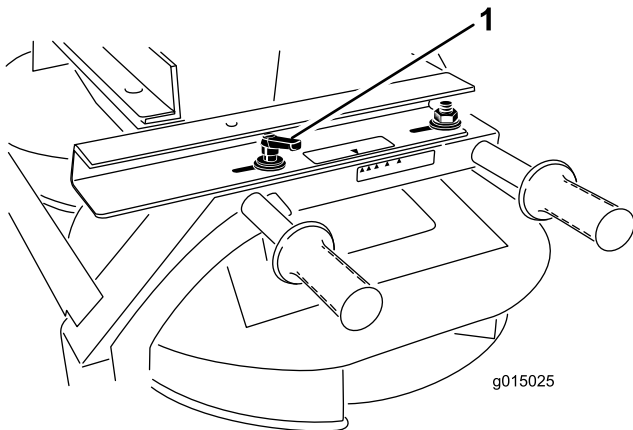

Bild 44
1. Lösen Sie den Griff an jeder Seite des Doppel-Tellerstreuers (Bild 44).